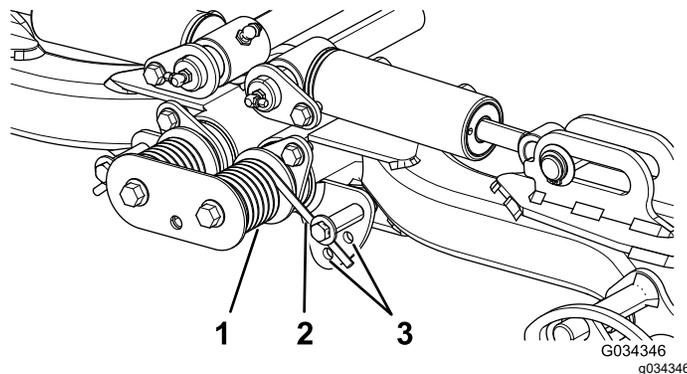

Figura 38
2. Insira um tubo ou objeto semelhante na extremidade longa da mola para aliviar a tensão durante o ajuste (Figura 38).
3. Enquanto alivia a tensão da mola, retire o parafuso e a porca de bloqueio que prendem o atuador de mola ao suporte (Figura 38).